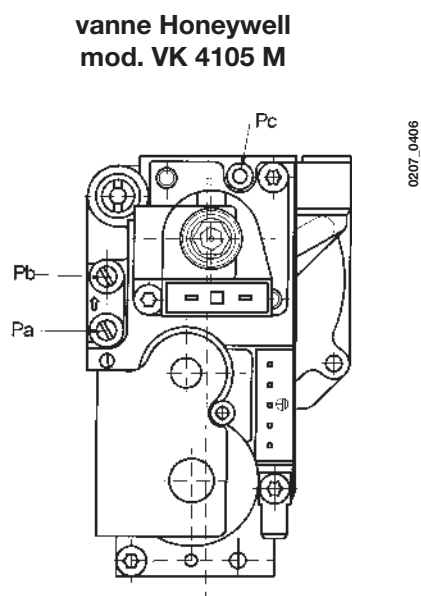

Figure 8
- relier la prise de pression positive d'un manomètre différentiel, si possible à eau, à la prise de pression (**Pb**) de la vanne du gaz (figure 8).
- vérifier que la pression d'alimentation de la chaudière, mesurée à la prise de pression (**Pa**) de la vanne gaz (Figure 8) est correct (**37 mbar** pour le gaz **propane**, **20 mbar** pour le gaz **méthane** ou **25 mbar** pour le gaz **G25**);